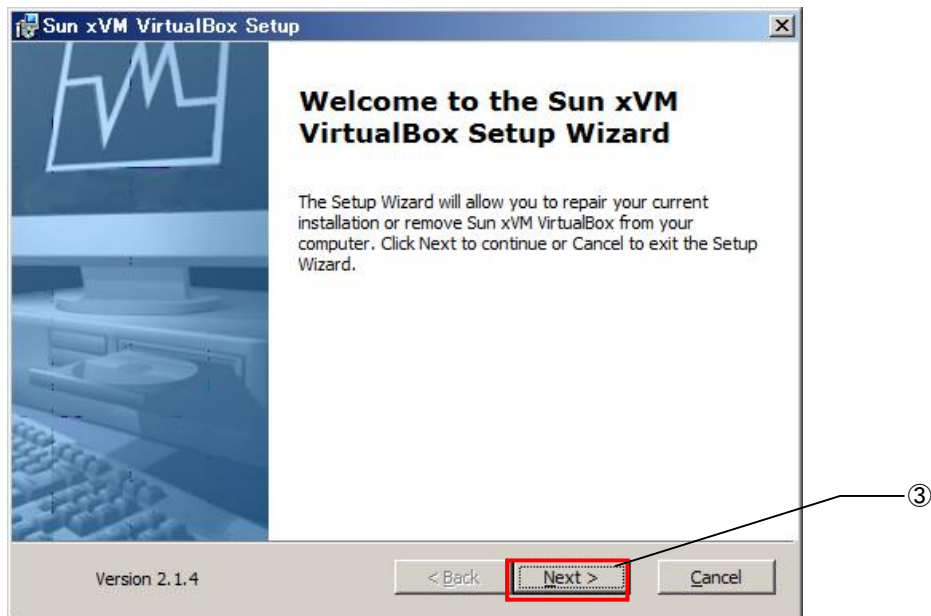

図 2-2-3-2. ダウンローダー起動後の画面
- ④ 図 2-2-3-3 のライセンス確認画面に変わるので、「I accept the terms in the license Agreement」をチェックしてください。
- ⑤ チェックすると次の画面へ進むことができるようになります。「Next>」をクリックしてください。